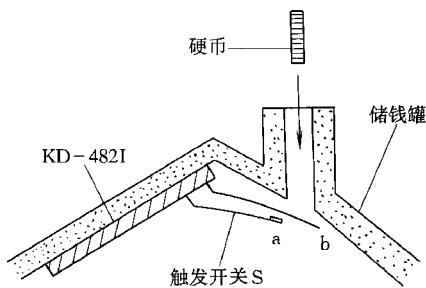

图 1-16
(16) KD-482I 小印制电路板上的触发开关 S (a、b 弹性铜皮组件) 在储钱罐内的位置应如图 1-16 所示，b 形铜皮件在上，a 形铜皮件在下。每当投入一枚硬币时，由于硬币的重力作用，使 b 形铜皮件向下弯曲并与 a 形铜皮件相触碰，完成一次触发，奏响一首乐曲。硬币落入储钱罐中后，b 形铜皮件在弹性作用下恢复原状，等待下一次投入硬币。